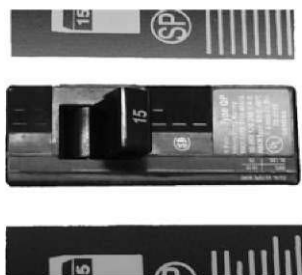

Abbildung 1
- Stellen Sie den Schutzschalter in die AUS-Position (siehe **Abbildung 1**).